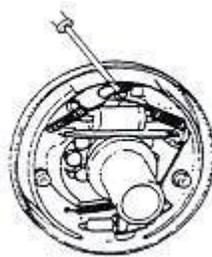

Рисунок 2-12
- (2) Удалите возвратную пружину с тормозной колодки. См. рисунок 2-12.